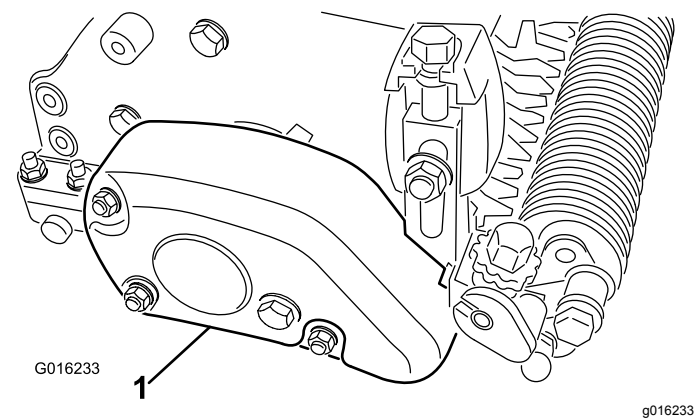

图 19
3. 用 3 个锁紧螺母将新皮带罩安装至疏草刀壳体组件**图 19**。